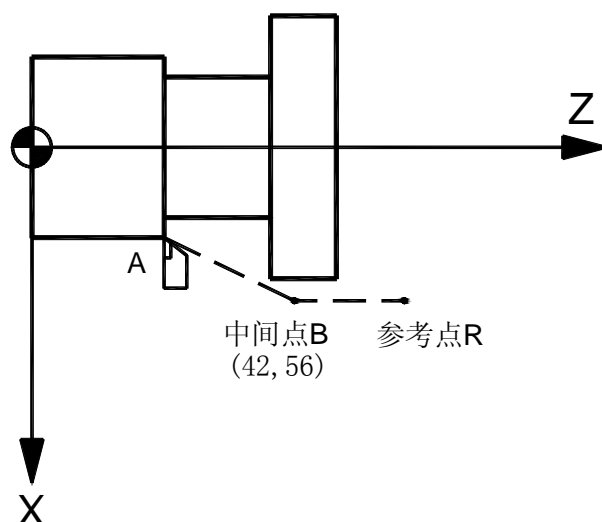

图 2-11
(1) 以快速回零速度（由参数 P109 设定）从当前位置定位到指令轴的中间点位置（**A 点—B 点**），如图 2-11。
(2) 以快速回零速度从中间点向参考点方向移动（**B 点—R 点**）。
(3) 检测到减速信号后，低速运行（由参数 P043 设定）寻找精定位信号。
(4) 检测到精定位信号后，返回零点执行完毕，回零灯亮。